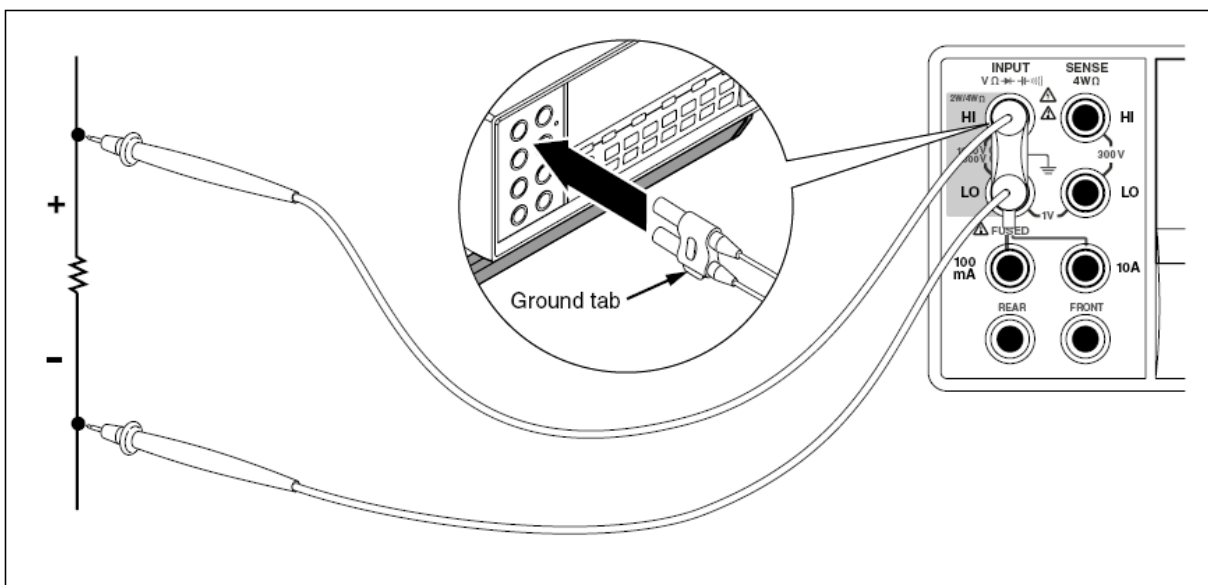

Figura 4-3. Conexiunile de intrare pentru măsurarea rezistenței cu 4 fire folosind cablurile 2X4.
1. Conectați cablurile de testare la conectorii de intrare ai multimetrului așa cum este indicat în figura 4-3.